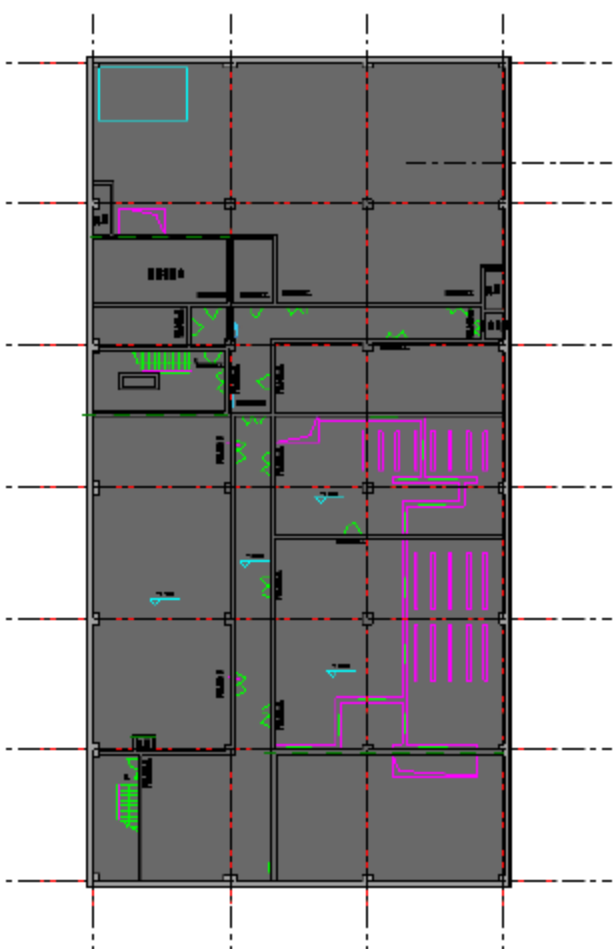
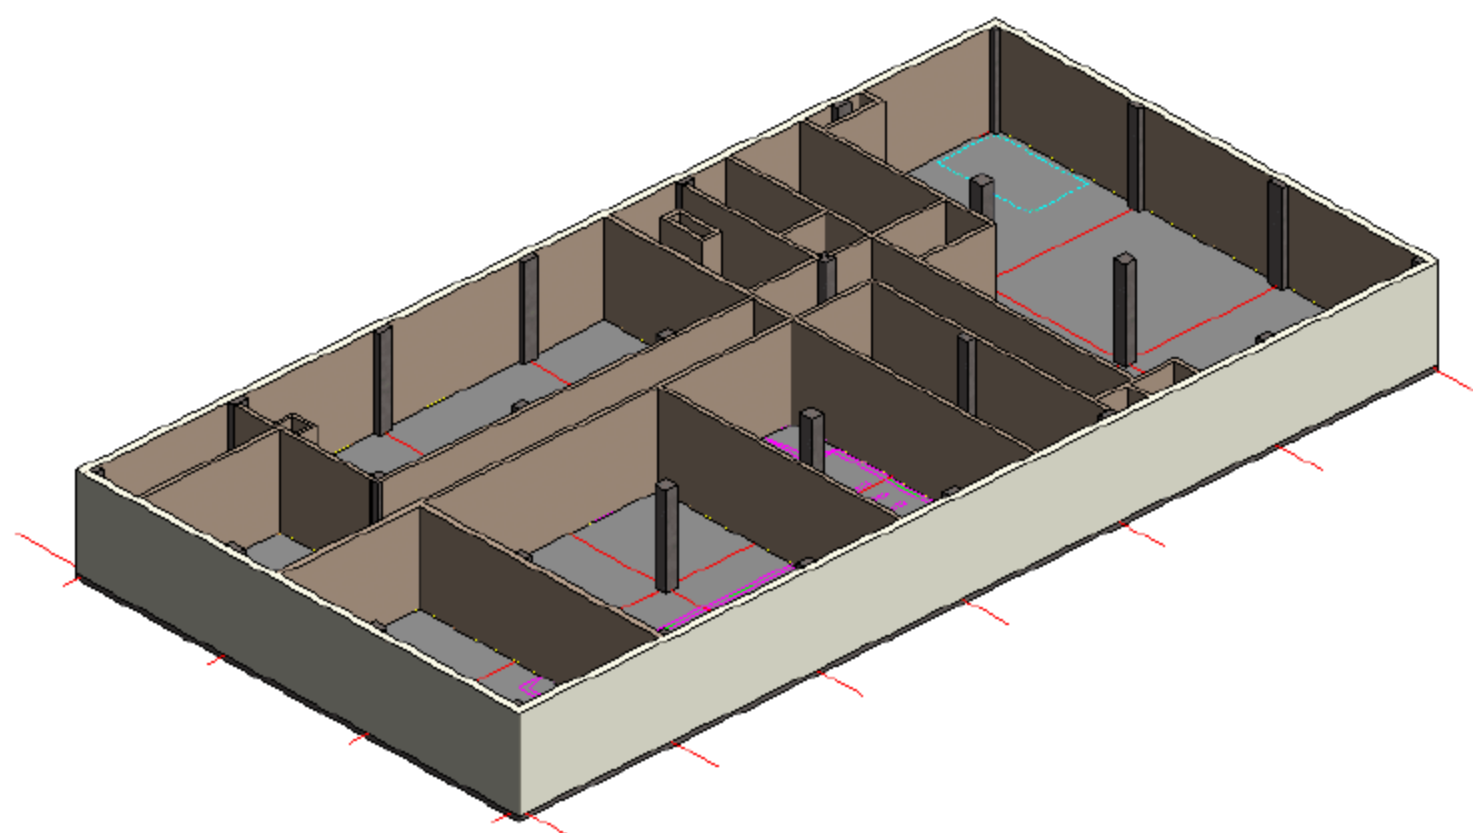

图 9.2.19 完成绘制“地下室地面”
图 9.2.20 3D 效果图
(17) 完成绘制“地下室地面”，如图 9.2.19 所示，3D 效果如图 9.2.20 所示。